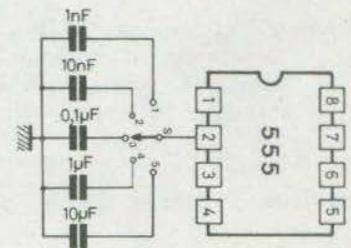

Fig. 5
Le montage mécanique terminé, il ne reste plus qu'à jouer du fer à souder. La figure 5 montre le plan de câblage. L'auteur a, pour sa part utilisé du fil en nappe (9 conducteurs). Le câblage en est simplifié et la présentation améliorée aussi.
L'autre signal (2) sera appliqué normalement à l'entrée E_2 restante, de l'oscilloscope. A la **figure 5** on indique une variante avec plusieurs valeurs de C_1 commutées par S. A noter que l'alimentation V_{cc} permettra un marquage d'autant plus prononcé que V_{cc} sera élevé. La fréquence f sera de 5 à 10 fois celle du signal à étudier qui peut être de 1 V crête à crête au minimum.